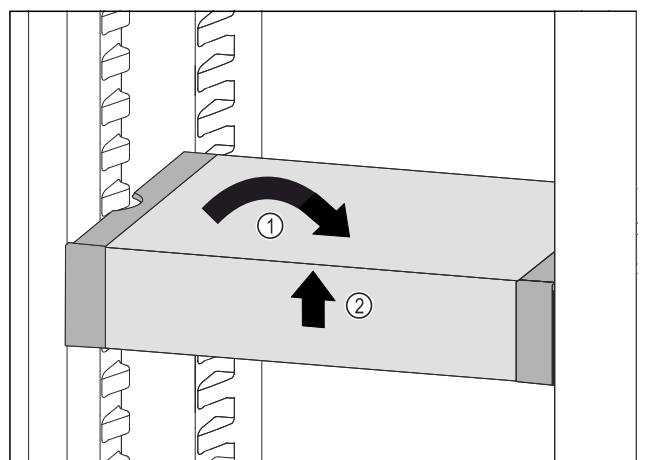

Fig. 79
- ▶ Вирівняти VarioSafe. Fig. 79 (1)
- ▶ Підняти VarioSafe спереду. Fig. 79 (2)